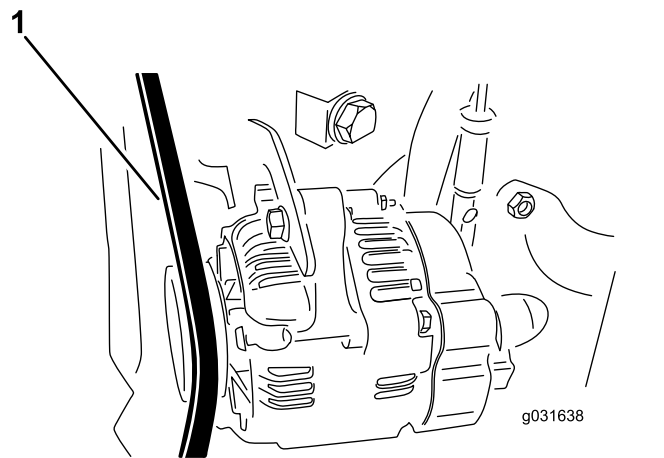

Figura 61
2. Verifique a pressão calcando a correia até ficar entre o alternador e as polias da alavanca da cambota, utilizando uma força de 30 N·m (Figura 61).